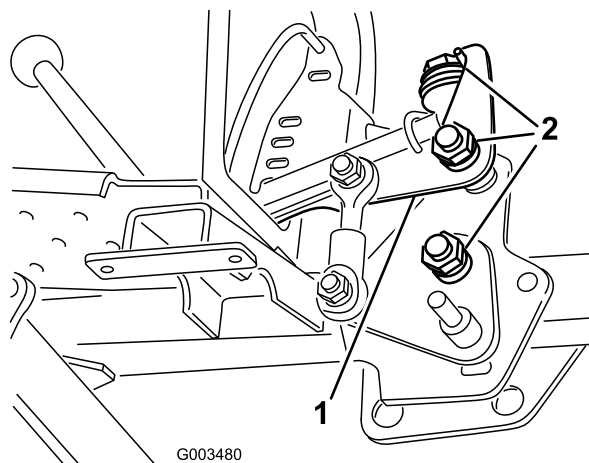

**Figura 3**
**Nota:** A pega deve passar entre a placa de detenção e o guia da pega (Figura 3).
7. Instale a placa de detenção na parte posterior do tubo vertical traseiro direito da estrutura com 2 parafusos (5/16 x 1-1/4 pol.), 2 anilhas e 2 porcas de bloqueio (5/16 pol.) (Utilize as anilhas e as porcas de bloqueio removidas no passo 4). Posicione as peças como se indica em Figura 3.
8. Enrosque o manipulo na pega de elevação (Figura 3).